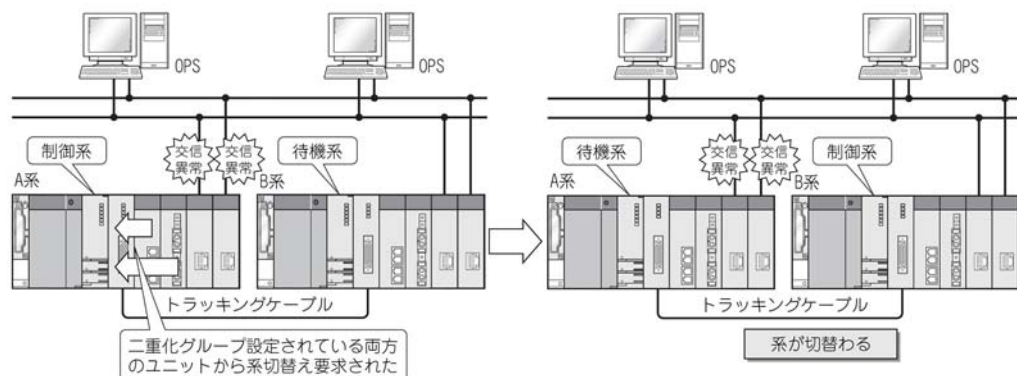

図5.96 両方のネットワークが異常の場合の動作
- ・ 二重化グループ設定したネットワークで、両方のネットワークが異常の場合の動作を図5.96に示します。